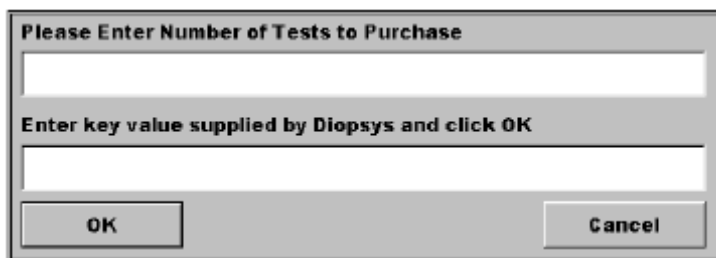

Figura 112: Janela de Compra de Teste Enfant®
7. Na nova janela e no novo campo de texto, insira o valor numérico do teste a ser comprado (**Figura 112**)